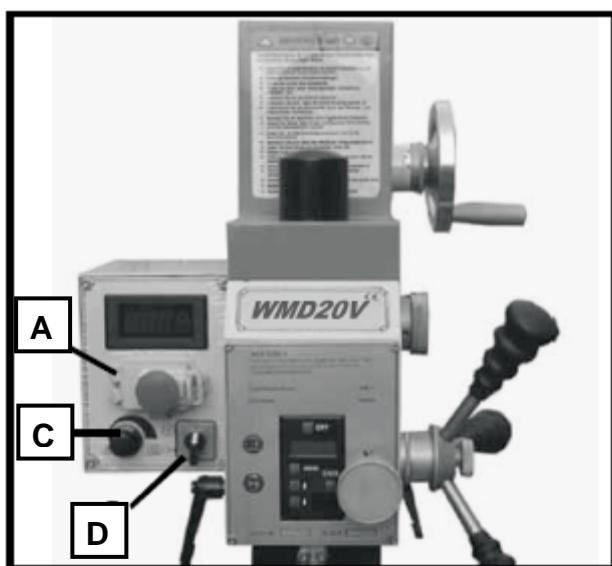

Рисунок 10.
При включении станка необходимо установить переключатель в положение F или R (зависит от стороны вращения шпинделья). Следующим этапом выбирается диапазон частот вращения шпинделья при помощи ручки на боковой панели шпиндельной головки. Для включения двигателя шпинделья, необходимо нажать кнопку «Пуск» (рисунок 10, Е). Двигатель шпинделья начнет вращение с заданной скоростью и в заданном направлении. «Фильтр» подключает индикацию оборотов шпинделья и датчик контроля скорости вращения шпинделья. Управление скоростью вращения шпинделья осуществляется посредством «Платы управления скоростью». Останов двигателя шпинделья происходит нажатием кнопки (рисунок 10, А) «Стоп».
8.2.1. Аварийный останов (Рисунок 10, А).
Поворотом регулятора (Рисунок 10, С) по часовой стрелке происходит увеличение скорости вращения шпинделья, при повороте против часовой стрелки – уменьшение скорости вращения шпинделья. При остановке станка она должна быть в нулевом положении. Запускать станок также разрешается только при ручке контроля скорости в нулевом положении.
Изменение положения этого выключателя приводит к изменению направления вращения двигателя. F – прямое, R – обратное (Рисунок 10, D).